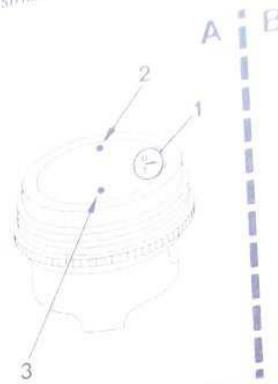

FIG.9
Pistons en alliage léger à tête légèrement creusé et comportant 3 segments. Les pistons sont disponibles en 3 classes repérées par les lettres A, B et C frappées sur la tête du piston (Fig.9). Un autre repère est également frappé sur la tête du piston. Il indique l'appariement avec l'axe. En rechange, les pistons sont livrés appariés avec leur axe et les chemises par jeu de 4.
À la repose, orienter la flèche vers la distribution (Fig.9).
- 1 segment coup de feu avec profil bombé (4) (Fig.9).
- 1 segment d'étanchéité avec profil conique en "bec d'aigle" (5).
- 1 segment racleur avec expandeur (6).